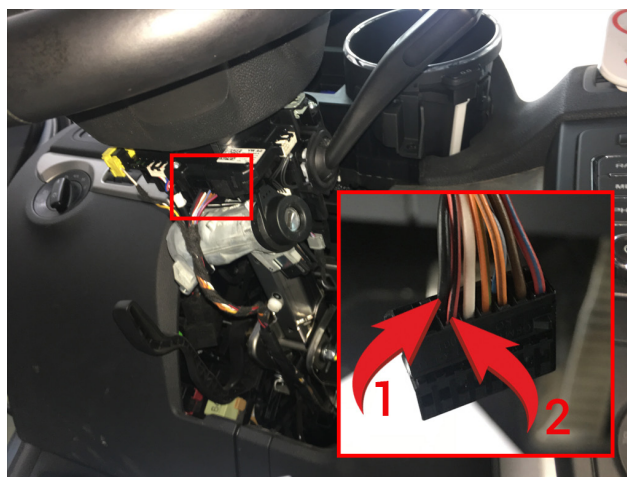

Рис.5 Место подключения к цепям запуска двигателя
2. Осуществите подключение цепей автозапуска, используя провода выделенные на рисунке №4. Подключение к автомобилю производится в разъеме под рулем (см. рис.5).